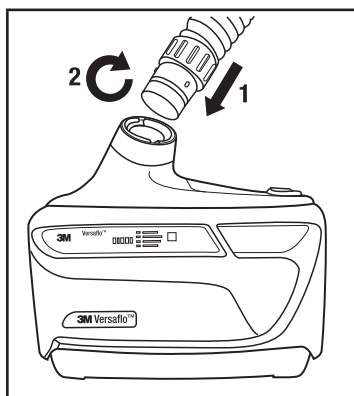

Fig. 13 – Instalación del tubo de respiración
1. Introduzca el extremo del tubo de respiración con la conexión tipo bayoneta (dos puntas pequeñas) en las ranuras paralelas en la salida de aire del motor/ventilador (Fig. 13).